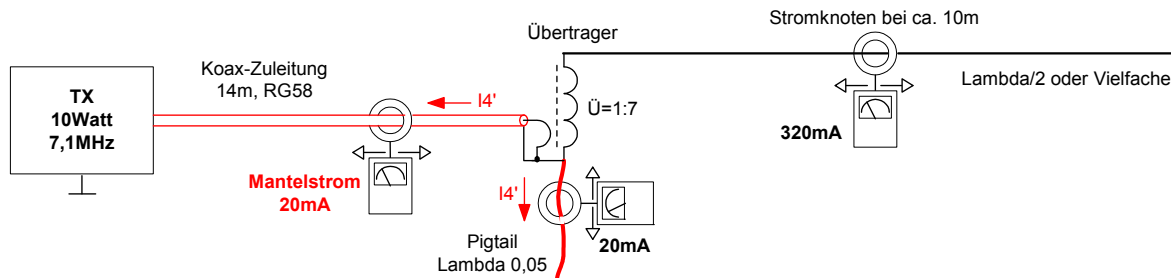

Bild 11: Antenne mit einem Drahtstummel (Pigtail) als Gegengewicht
Bei Verwendung eines Drahtstummels (Pigtail) der Länge $0,05 \lambda$ als Gegengewicht (Bild 11) nach (2), verteilt sich der Ausgleichsstrom auf den Radial und die Koaxleitung, im Verhältnis von etwa 1:1. Der Pigtail arbeitet demnach tatsächlich als ein Gegengewicht, kann die Versorgungsleitung aber nicht völlig von Mantelwellen befreien. Die Installation einer HyEndFed-Antenne mit einem Pigtail als Gegengewicht, wird in der Praxis häufig verwendet. Hierbei darf man aber nicht vergessen, dass im Gegensatz zum Fuchskreis, die Spulen im Fußpunkt kurzgeschlossen sind. Der Ausgleichsstrom sucht sich immer den einfachsten Weg und fließt somit ebenfalls über die Abschirmung des Koaxkabels zurück in Richtung Stationserde. Das ist vielleicht auch der Grund dafür, warum viele OM's behaupten, dass ein Pigtail als Gegengewicht fast keine Wirkung zeigen würde. Die Ausführungen